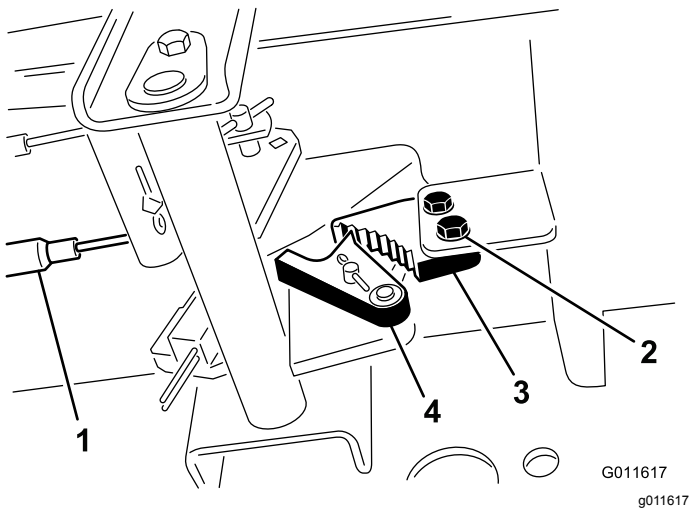

Bild 88
1. Lösen Sie die zwei Schrauben, mit denen die Sperre der Feststellbremse am Rahmen befestigt ist (**Bild 88**).
2. Drücken Sie das Pedal der Feststellbremse nach vorne, bis die Bremsenarretierung ganz an der Bremssperre greift (**Bild 88**).